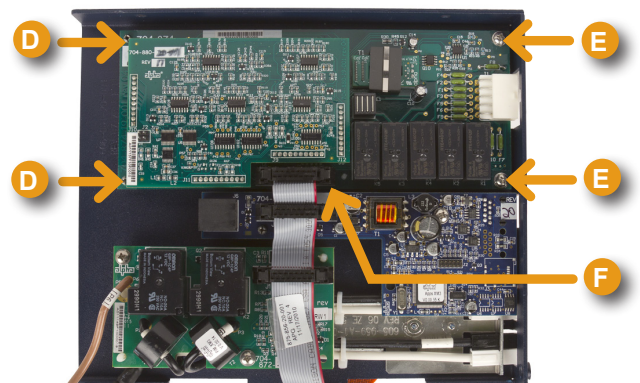

Fig. 2-17, Ubicaciones del cable plano, los tornillos y el soporte de la tarjeta SAG
4. Instale la tarjeta SAG presionándola firmemente sobre los dos soportes (D) y ajustando los dos tornillos 6-32 (E) (vea la Fig. 2-17).
5. Conecte el cable plano (F) y asegúrese de que los ganchos de sujeción estén cerrados.